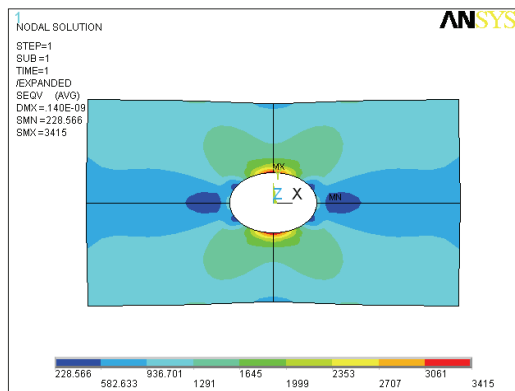

图 3-24 扩展后的结果显示
4) 选择 Utility Menu | PlotCtrls | Style | Symmetry Expansion | Periodic/Cyclic Symmetry 命令, 出现 Periodic/Cyclic Symmetry Expansion 对话框, 在 Select type of cyclic symmetry 选项中选择 1/4 Dihedral Sym, 单击 OK 按钮, ANSYS 显示窗口将显示扩展后结果, 如图 3-24 所示。